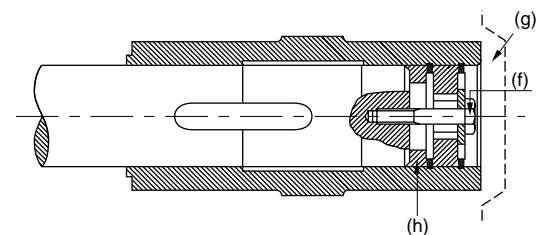

図11 抜け止め（軸に段がない場合）
#### 特殊な場合の抜け止め（図11）
- （１）被動軸が（図11）のように段がない場合、ディスタンスリング（h）を使用して固定してください。（ディスタンスリング（h）は付属しておりません）